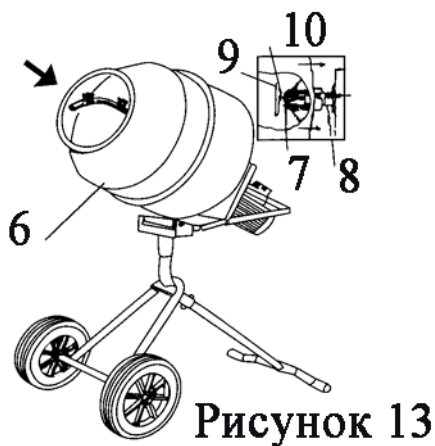

Рисунок 13
5. Установите барабан (6) на зубчатый вал редуктора (8). Установите шайбу (7) и гровер (10) на Т-образный болт (9) и закрепите барабан (Рисунок 13).